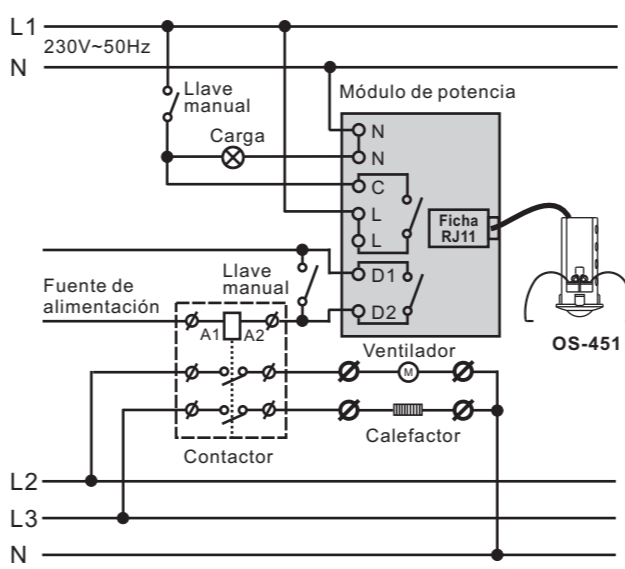

FIG.7
3.5.1.1 Operación normal (Ver FIG.7)